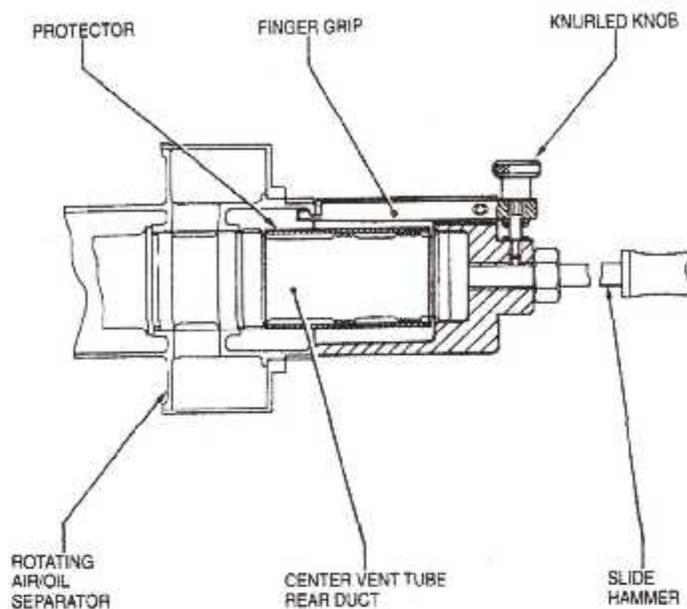

Fig. III. 24 : Dépose de l'Ensemble du Séparateur Air/Huile a l'Aide de l'Extracteur, 856A2661G01
- b. On dépose l'ensemble du séparateur Air/Huile a l'aide du **Extracteur, 856A2661G01** (fig. III. 24) comme suit :